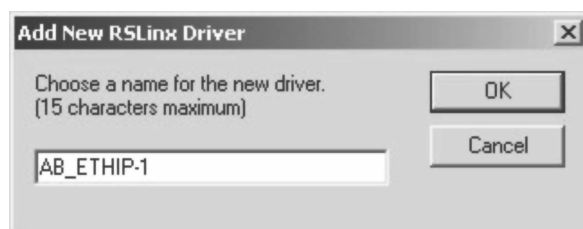

图 3-3 选择名字
3. 单击“确定”(OK)接受默认名称 (AB_ETHIP-1), 如图 3-3 所示。